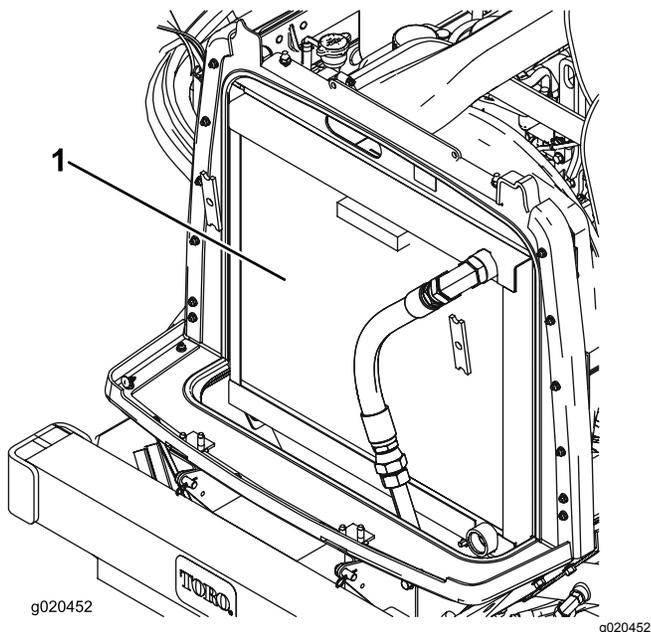

Рисунок 98
3. Тщательно очистите сжатым воздухом область с обеих сторон радиатора и маслоохладителя (Рисунок 98).